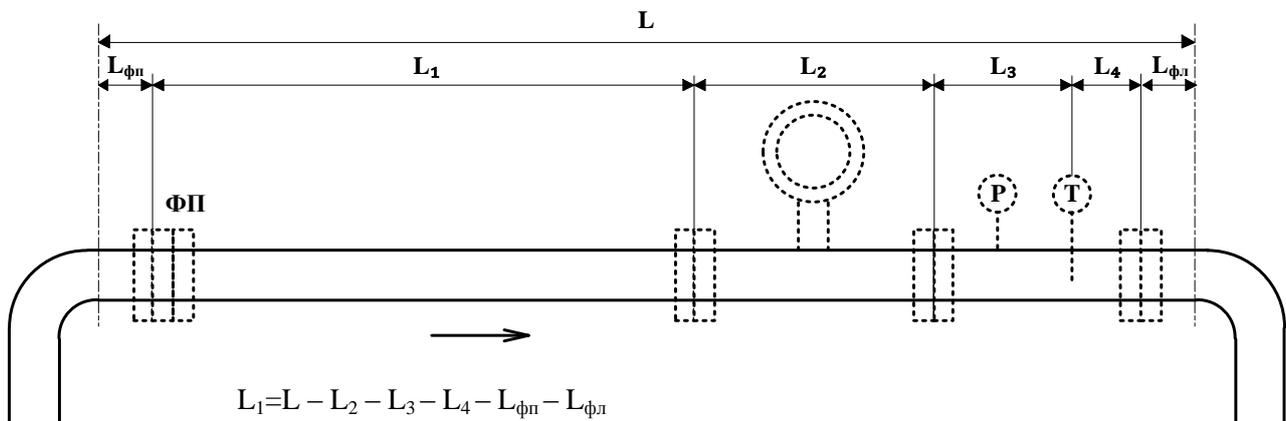

Рисунок 2.4 – Максимальная допустимая длина прямого участка до расходомера (ПУ в комплекте с расходомером)
2.2.8 Определение максимальной доступной длины  $L_1$  прямого участка на входе в расходомер (рисунок 2.4).